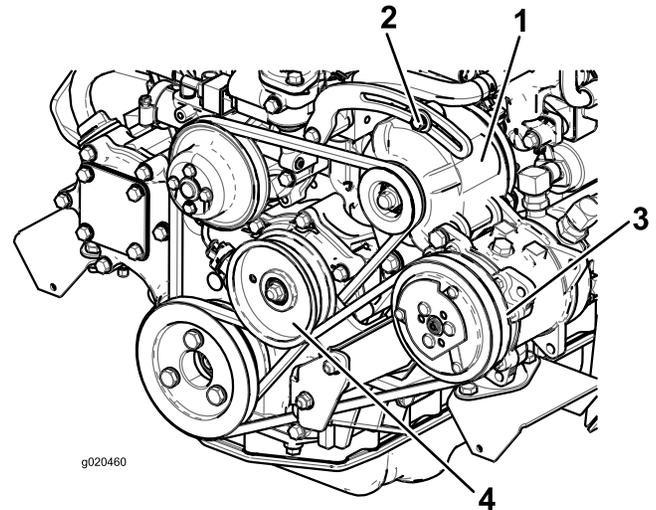

Figura 68
Verifique o estado e a tensão da correia (Figura 68) após cada 100 horas de funcionamento.
2. Se a deslocação obtida não for igual a 10 mm, deve desapertar os parafusos de montagem do alternador (Figura 68). Aumente ou diminua a tensão da correia do alternador e aperte os parafusos. Verifique uma vez mais a deslocação da correia para se certificar de que a tensão está correta.
(Figura 68). Aumente ou diminua a tensão da correia do compressor e aperte o parafuso. Verifique uma vez mais a deslocação da correia para se certificar de que a tensão está correta.